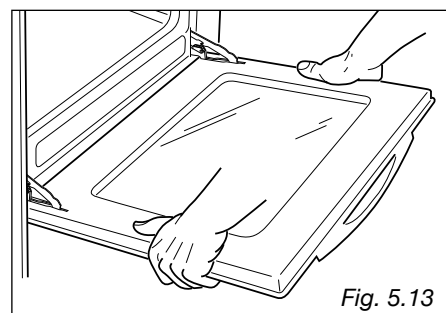

Fig. 5.13
- Tenez la porte tel qu'indiqué à la fig. 5.13.